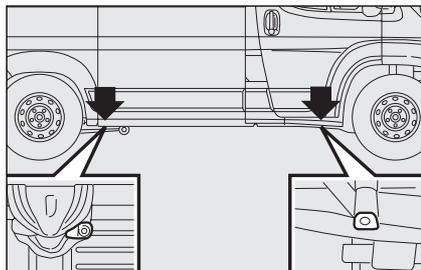

Abb. 3
- Den Wagenheber an der Hebevorrichtung nahe dem auszuwechselnden Rad an den in **Abb. 3** angegebenen Punkten anbringen. Für Versionen mit kurzem Radstand und aufklappbarem Trittbrett muss der Wagenheber am